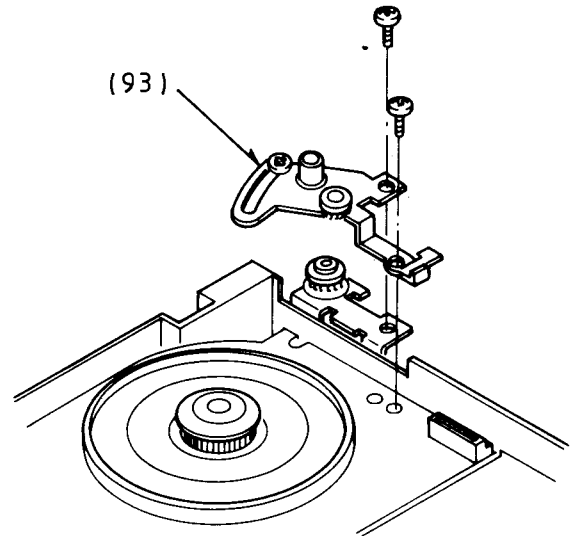

Fig. 60
- Riemenspannhebel (93) gemäß Fig. 60 montieren.
- Fit the Tension Pulley Base Unit (93) as shown in Fig. 60.